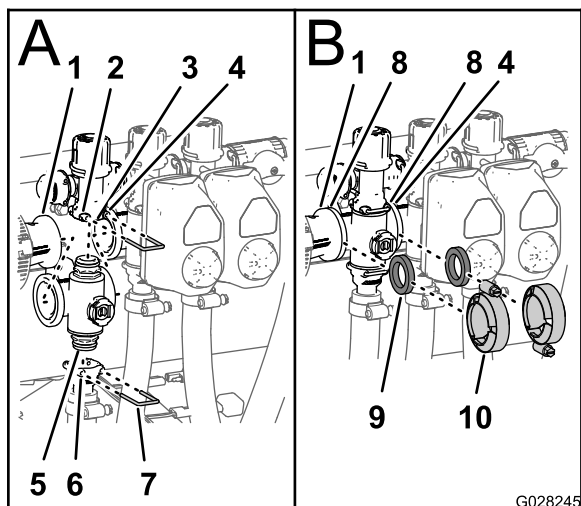

Figura 104
- Inserte el conector de extremo superior de la válvula multivía en el acoplamiento de desvío (Figura 104, A).
- Sujete el conector de extremo al acoplamiento de desvío insertando una horquilla de retención en el acoplamiento de desvío (Figura 104, A).
- Monte el acoplamiento de salida en el conector de extremo inferior de la válvula multivía (Figura 104, A).
- Sujete el conector de extremo al conector de salida insertando una horquilla de retención en el conector de salida (Figura 104, A).
- Alinee una junta entre las bridas del racor reductor y el distribuidor de la válvula de sección (Figura 104, B).
- Monte el racor reductor, la junta y el distribuidor de la válvula de sección con una abrazadera y apriete a mano (Figura 104, B).
- Para instalar las dos válvulas de sección de la izquierda, alinee una junta entre las bridas de los distribuidores de las 2 válvulas de sección adyacentes (Figura 104, B).
- Monte los distribuidores de las 2 válvulas de sección adyacentes y la junta con un abrazadera y apriete a mano (Figura 104, B).